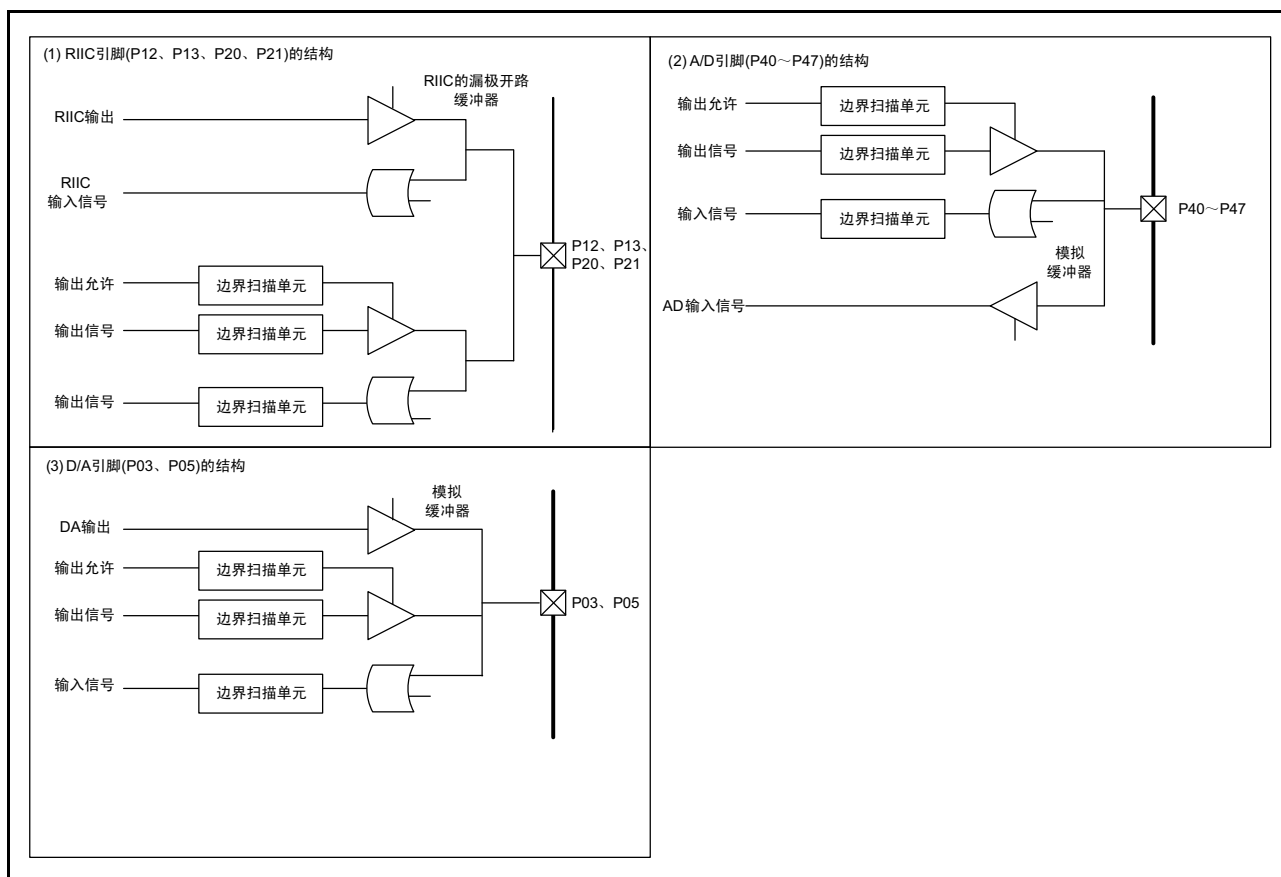

图 40.4 各引脚的结构
13. P12、P13、P20 和 P21 的引脚结构如图 40.4（1）所示。如果将 P12、P13、P20 和 P21 用作 RIIC 引脚（SDA0、SDA1、SCL0、SCL1），就在使用边界扫描功能时需要注意与漏极开路输出的冲突和寄生电流。
14. P40～P47 的引脚结构如图 40.4（2）所示。如果将 P40～P47 用作 AD 输入（AN0～AN7），就在使用边界扫描功能时需要注意与 AD 输入的冲突和寄生电流。
15. P03 和 P05 的引脚结构如图 40.4（3）所示。如果将 P03 和 P05 用作 DA 输出（DA0、DA1），就在使用边界扫描功能时需要注意与 DA 输出的冲突和寄生电流。